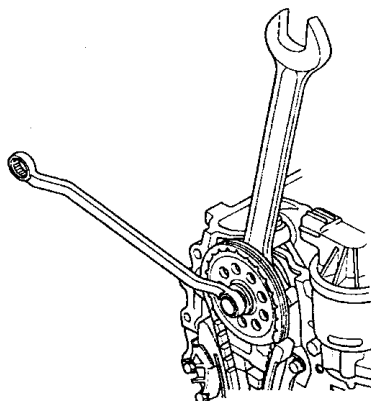

图 2-132 用开口扳手将凸轮轴固定
10) 如图 2-132 所示, 使用开口扳手将凸轮轴固定, 锁紧螺栓。规定力矩: $56\text{N}\cdot\text{m}$ 。